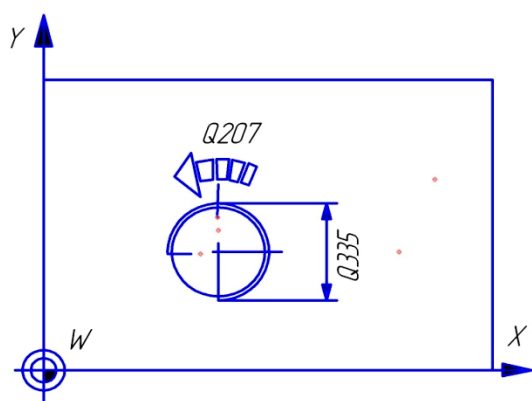
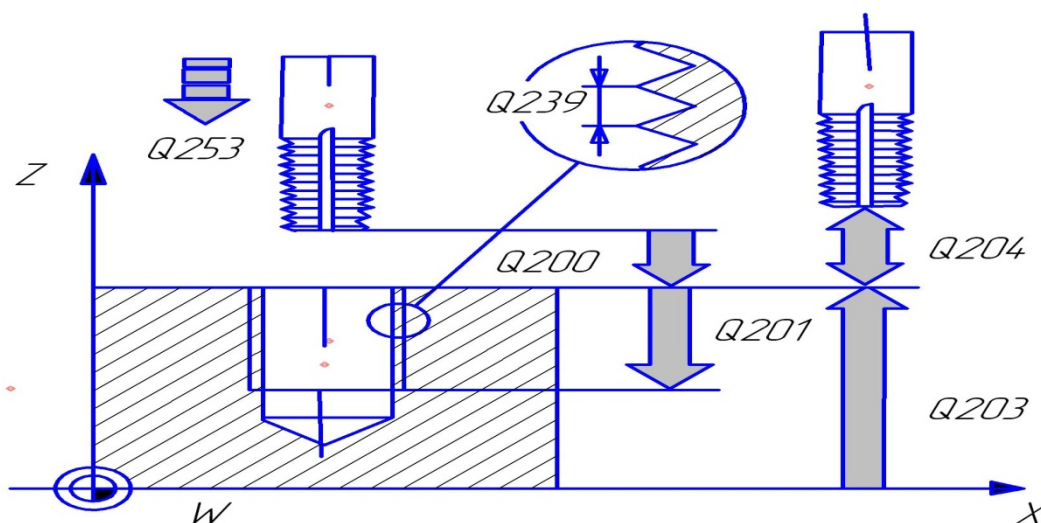

Рис. 4.21. Резьбовое отверстие в плоскости XWY
Рис. 4.22. Схема реализации цикла 262
1. При фрезеровании резьбы в заготовке (рис. 4.21) УЧПУ позиционирует инструмент по оси шпинделя на ускоренном ходу FMAX на безопасное расстояние над поверхностью заготовки (рис. 4.22).